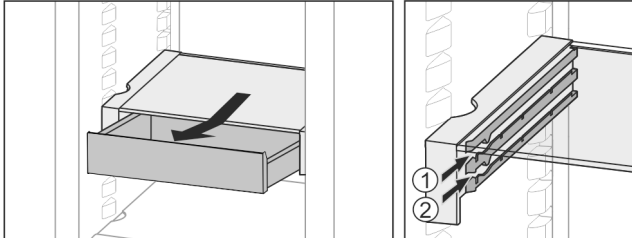

Fig. 38
- ▶ In beliebiger Höhe Fig. 38 (1) oder Fig. 38 (2) einschieben.